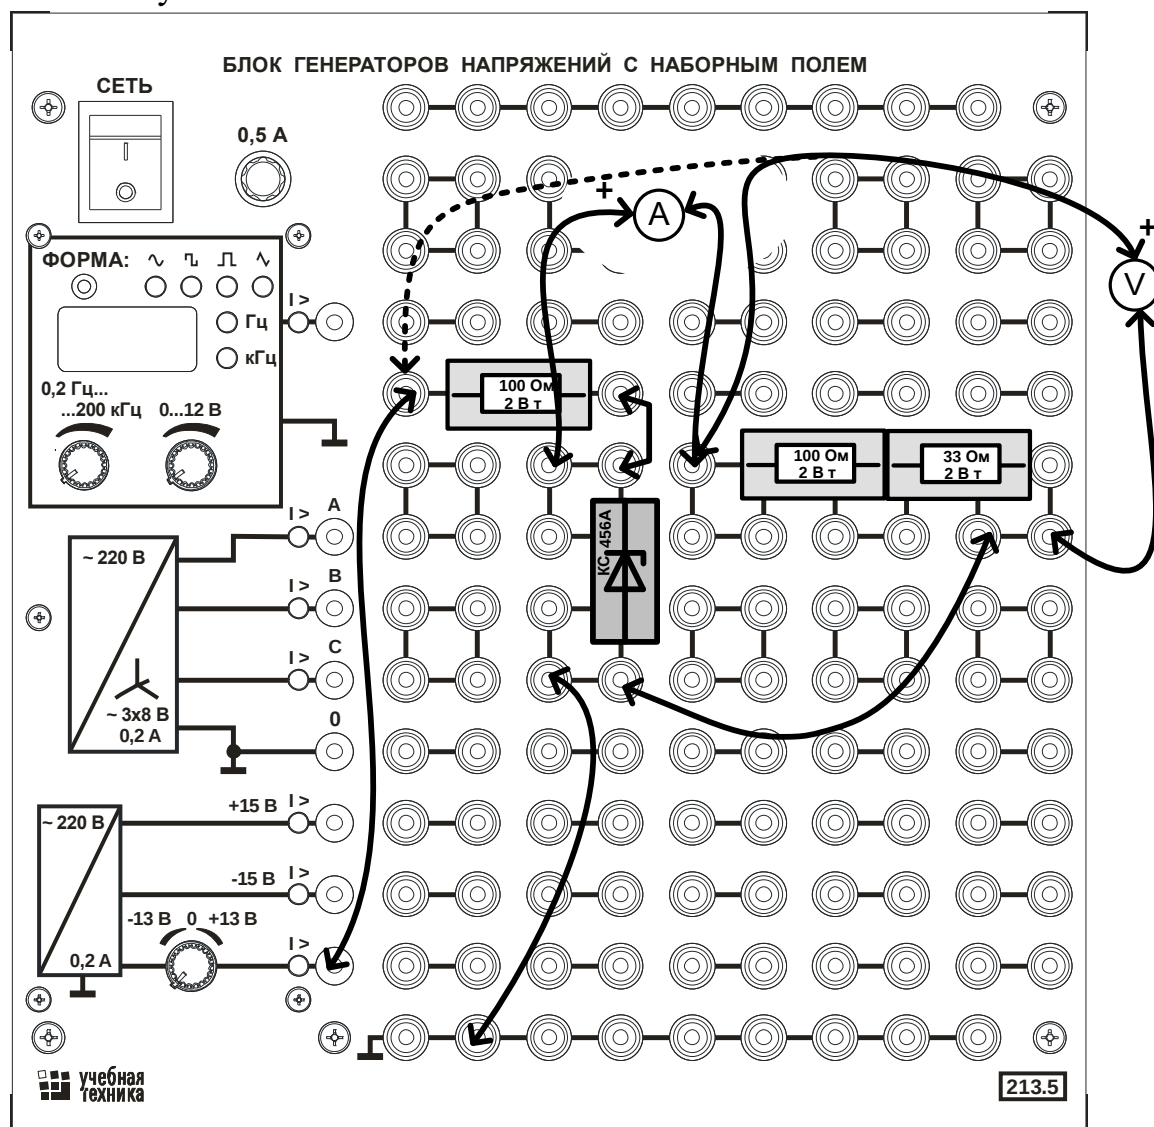

Рис. 7.9. Монтажная схема.
- Соберите цепь параметрического стабилизатора согласно монтажной схеме (рис. 7.9) сначала не включая в неё сопротивление нагрузки (резисторы 100 Ом и 33 Ом).